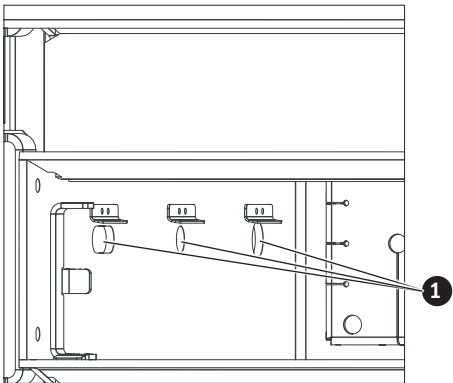

Fig. 38 Sganciare le lamiere ad aggancio; controllare le aperture per l'aria primaria.
- ▶ Sganciare le lamiere ad aggancio nella camera di riempimento sui due lati e controllare le aperture sottostanti per l'aria primaria, all'occorrenza liberarle – Fig. 38.